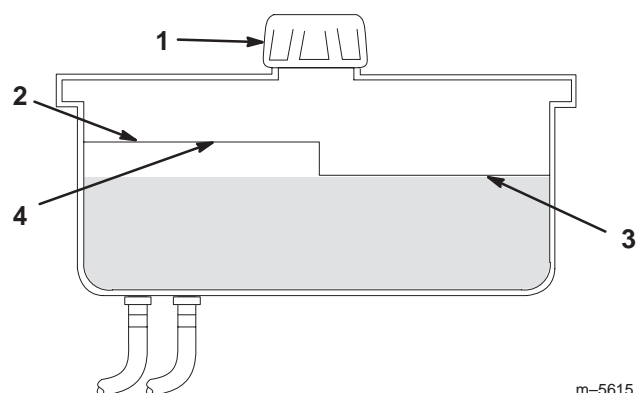

Figure 51
2. Nettoyez la surface autour du goulot de remplissage du réservoir hydraulique (Fig. 51).
3. Enlevez le bouchon du goulot de remplissage et vérifiez si le réservoir contient du liquide (Fig. 51).
Remarque : Lorsque le liquide est chaud, le niveau doit atteindre le haut du repère **à chaud** sur le déflecteur (Fig. 51).